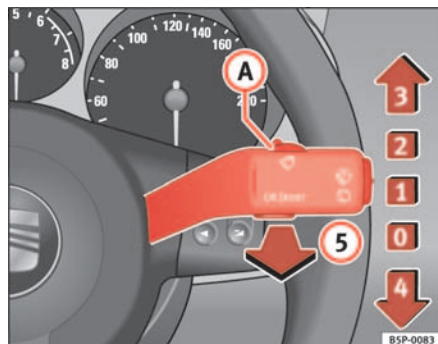

Fig. 84 Palanca del limpia-lavacristales
La palanca del limpiacristales ⇒ fig. 84 tiene las siguientes posiciones:
- Si se detiene el vehículo estando el limpiaparabrisas funcionando en la posición ⇒ **página 128, fig. 84** ② o en la posición ③, automáticamente comenzará a funcionar en una posición inferior. Si el vehículo reinicia la marcha, el limpiaparabrisas seguirá funcionando en la posición seleccionada originalmente